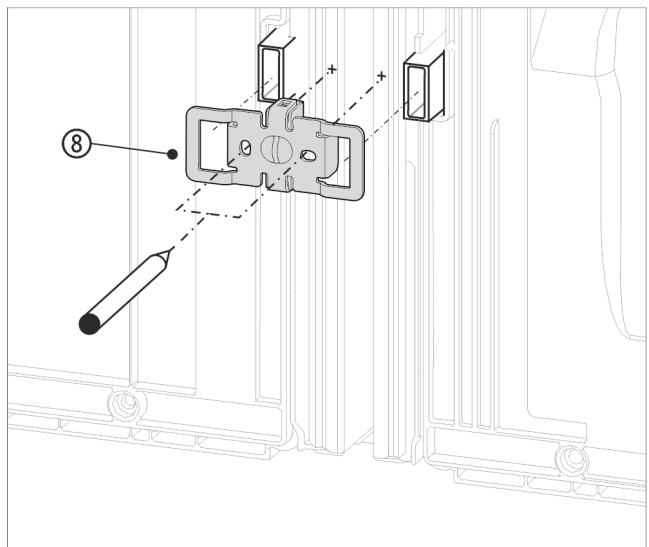

Fig. 16 Illustrationen är ett exempel
- Tryck fast vinkel Fig. 16 (8) med uttagen över intaget för väggavståndshållaren.